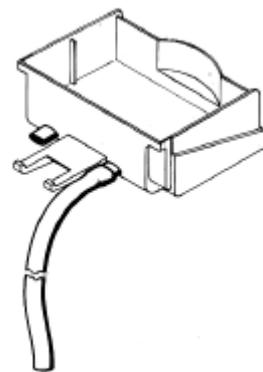

Рисунок 1
7. Каждый поддон имеет две мембранные пробки: если требуется непрерывный отвод жидкости, проткните одну из пробок сливного отверстия и соедините ее с гибкой сливной трубкой (см. рисунок 1).